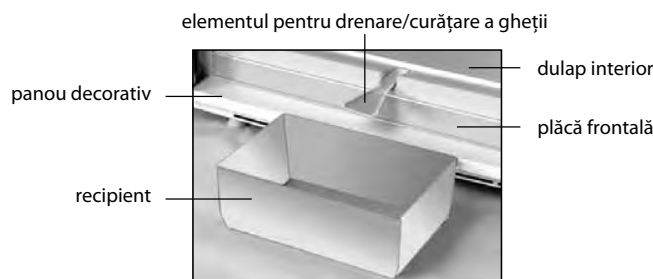

Figura 5 – Recoltarea apei provenite
- să îndepărtați apa rezultată în urma topirii, instalând în conformitate cu figura 5 elementul de masă plastică pentru drenare / pentru curățarea a gheții și orice vas recipient cu volumul nu mai puțin de 2 l;
**SE INTERZICE** să decongeleți congelatorul fără utilizarea elementului pentru drenare instalat în conformitate cu figura 5. Apa rezultată în urma topirii care se scurge din cameră afară de elementul pentru drenare, pătrunzând în locul de alăturare a plăcii frontale la dulapul interior în conformitate cu figura 5, poate provoca coroziunea dulapului exterior al congelatorului și a elementelor agregatului frigorific, defectarea izolației termice, formarea crăpăturilor dulapului interior și defectarea dulapului congelatorului.